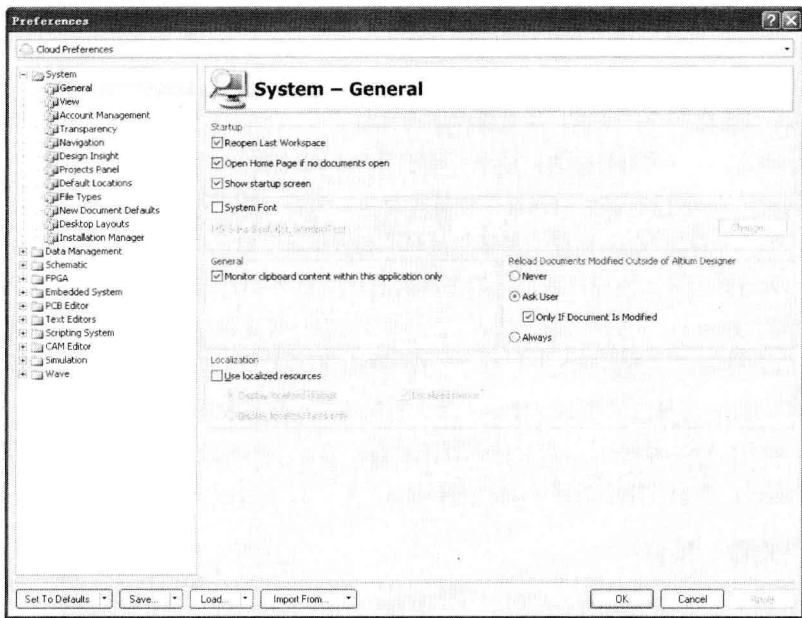

图 1-4 “Preferences” 对话框
- ◆ “Preferences”（优选参数设置）命令：用于设置 Altium Designer 的系统参数，包括资料备份和自动保存设置、字体设置、项目面板的显示、环境参数设置等。运行该命令将弹出如图 1-4 所示的“Preferences”（优选参数设置）对话框。